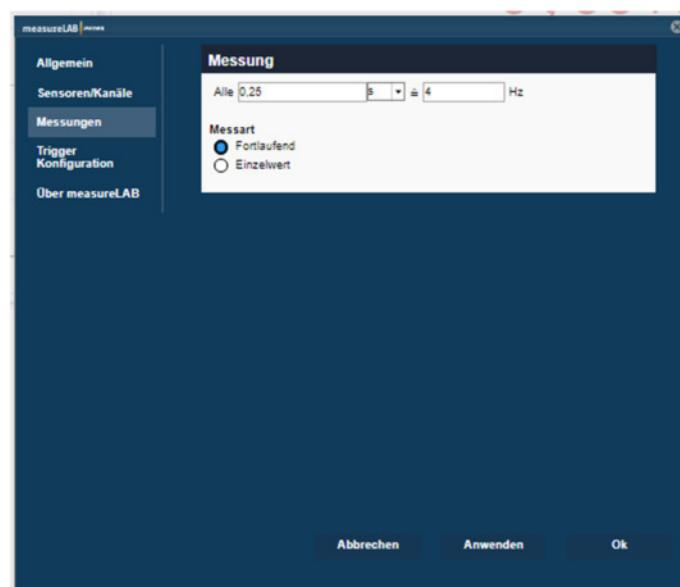

Abbildung 6: measureLAB Einstellungen - Messungen
Unter Messungen können Sie die Abtastrate Ihres Experiments und den Messmodus einstellen - kontinuierliche oder Einzelmessungen (Abbildung 6).
Abhängig vom einzelnen Versuchsaufbau müssen Sie Ihre Messung möglicherweise fortlaufend oder als Einzelwerte aufzeichnen. In den Einstellungen (vgl. Kapitel 1.4, Abbildung 6) können Sie den Messmodus auswählen. Bei Auswahl einer Einzelmessung wird neben der Aufnahmetaste eine zweite Schaltfläche angezeigt. Um eine Reihe von Einzelmessungen zu starten (Abbildung 10), klicken Sie auf die Aufnahmetaste (1). Ein einzelner Messwert wird durch Anklicken der einzelnen Messschaltfläche (2) aufgezeichnet. Zum Beenden der Messung klicken Sie erneut auf die Aufnahme/Stop-Taste (1).